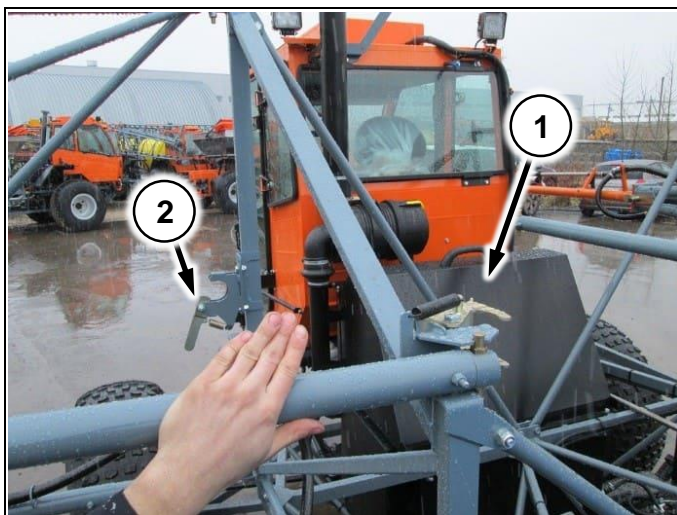

Рис. 105
4. Убедиться, что пальцы корневой секции попали в упор и закрыть замок (Рис. 105/1)
Перед раскладыванием штанг убедиться, что замок концевой секции на пирамиде (Рис. 105/1) открыт!
Флажки на штангах идентичные и выглядят как на Рис. 105/2